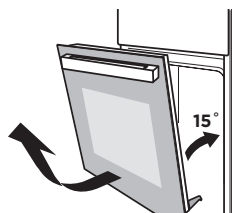

Figura 2
2. Chiudere lo sportello a un'angolazione di circa 15°. Sollevare ed estrarre lentamente lo sportello dal forno. (Figura 2)